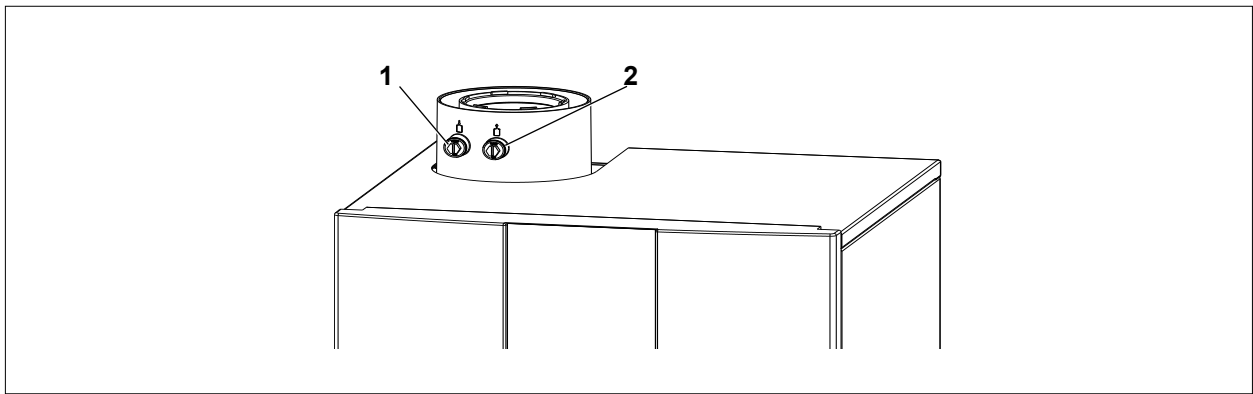

Abb. 6.2 Geräteanschluss mit Abgas-Messöffnung
- ▶ Kappe von rechter Messöffnung (Abb. 6.2) entfernen.
- ▶ Bei Bedarf CO₂-Wert gemäß Tab. 6.4 mit der Gasdurchflussschraube (2) korrigieren.